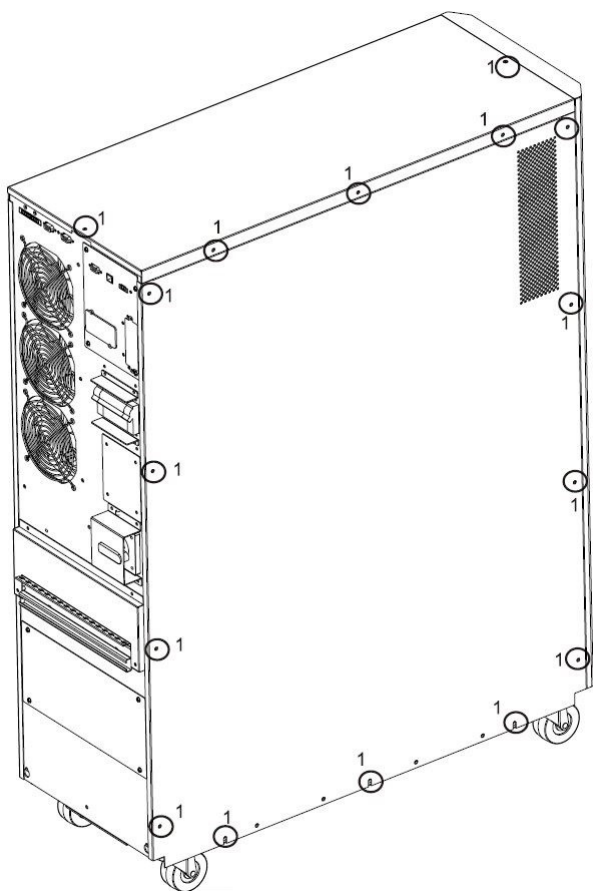

Рис. 3.1
- 1) Выверните все винты, обозначенные цифрой 1 (рис. 3.1).